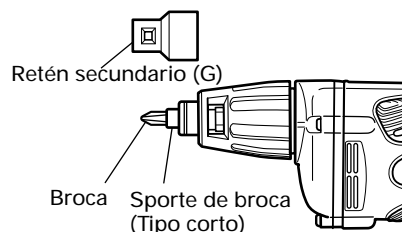

Fig. 8
2. Desmontaje de la broca (Fig.8)